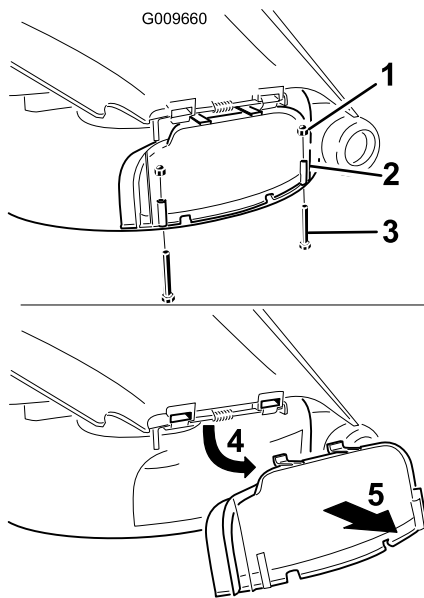

Figura 22
3. Rimuovete i due 2 bulloni e dadi che fissano il coperchio dello scarico al tosaerba (Figura 22).